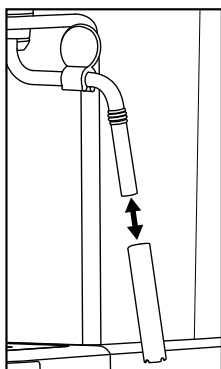

Figura 1
- 5) Retire la cubierta del espumador de leche 10 (figura 1) y límpiela cuidadosamente en agua caliente.
- 7) Vuelva a colocar la cubierta sobre la boquilla (figura 1).